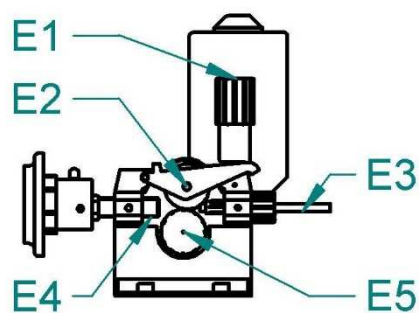

Abb. 4-Rollen Drahtvorschub
- Kippen Sie die Spannmutter (Abb.4, Pos. E1) bei Doppel-Drahtvorschubrollen nach rechts, bzw. bei Vier-Drahtvorschubrollen nach vorn, die Andruckrolle (Abb.4, Pos. E2) wird nach oben geöffnet.
- Schrauben Sie das PVC-Sicherungsteil heraus (Abb.4, Pos. E5) und nehmen Sie die Drahtvorschubrolle ab.
- Sofern an der Drahtvorschubrolle die geeignete Rille ist, drehen Sie die Rolle um und setzen Sie sie wieder auf die Welle und sichern sie durch Einschrauben des Sicherungsteils ab (Abb. 4 Pos. E5).
c) Schneiden Sie das am Rand der Wickelrolle befestigte Drahtende ab und schieben es in der Drahtseele (Abb. 4, Pos. E3) über die Drahtvorschubrolle (Abb.4, Pos. E3) und etwa 5 cm in das Rohr des Konnektors EURO (Abb.4, Pos E4). Kontrollieren Sie ob der Draht durch die richtige Rille der Drahtvorschubrolle führt.
d) Kippen Sie die Andruckrollen so herunter (Abb. 4 Pos. E2), damit die Zähne ineinander greifen und bringen Sie die Spannmutter (Abb.4, Pos. E1) in senkrechte Lage.
e) Stellen Sie den Druck der Spannmutter so ein, dass ein problemloser Transport des Drahtes gewährleistet ist, wobei der Draht nicht deformiert werden darf. Die Stellschraube befindet sich unter der PVC-Schraube (Abb. 4, Pos.E1).